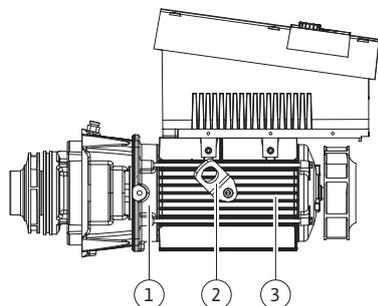

Fig. 13: Indstikssæt
Monteringsteknisk hører pumpehjulet (Fig. 6, pos. 6) og lanternen (Fig. 6, pos. 7) til indstikssættet (Fig. 13).
I den forbindelse skal transportringene (Fig. 13, pos. 2), fjernes fra motorflangen (Fig. 13, pos. 1), sættes på motorhuset og fastgøres igen med de samme skruer på motorhuset (Fig. 13, pos. 3).